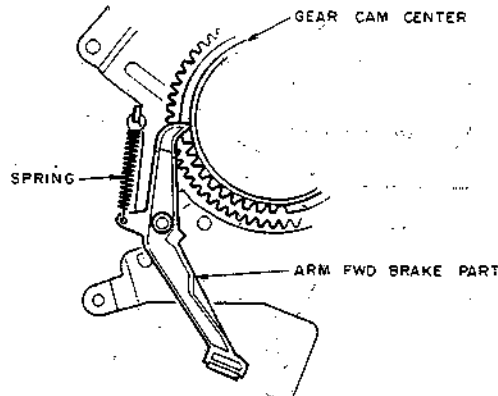

Fig. 4-11
7) Attach the ARM FWD BRAKE and SPRING as shown in Fig. 4-11.
7) Fixer le BRAS FREIN AVANT (ARM FWD BRAKE) et le ressort (SPRING) de la manière illustrée à la Fig. 4-11.